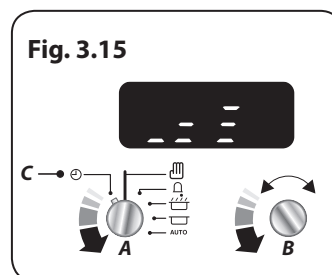

Fig. 3.15
Tournez le bouton du Programmeur (A) sur la position Horloge (C). Tournez le bouton Réglage (B) dans le sens antihoraire jusqu'à ce que les barres de volume s'affichent (**Fig. 3.15**).